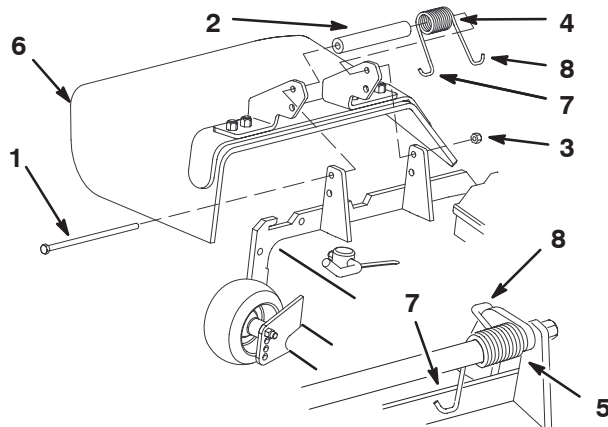

Bild 38
2. Entfernen Sie die Sicherungsmutter, Schraube, Feder und das Distanzstück, mit denen das Ablenkblech an den Mähwerkbügeln befestigt ist (Bild 38). Entfernen Sie defekte oder abgenutzte Ablenkbleche.
3. Legen Sie das Distanzstück und die Feder zwischen die Ablenkblechhalterungen (Bild 38). Positionieren Sie das linke Hakenende der Feder hinter der Kante des Mähwerks.
Hinweis: Stellen Sie sicher, dass sich das linke Hakenende der Feder hinter der Mähwerkkante befindet, bevor Sie die Schraube einführen, siehe Bild 38.
4. Setzen Sie die Schraube und Mutter ein. Legen Sie das rechte Hakenende der Feder um das Ablenkblech (Bild 38).